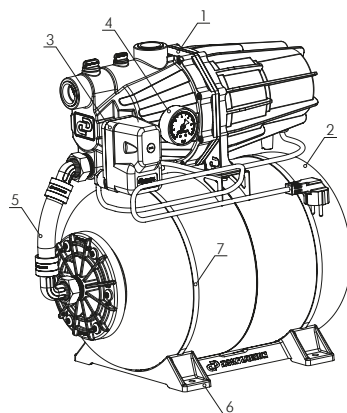

Рисунок 4
4.3. Основные составляющие насоса-автомата «ДЖАМБО ПРО» (П, Н) (рисунок 4)